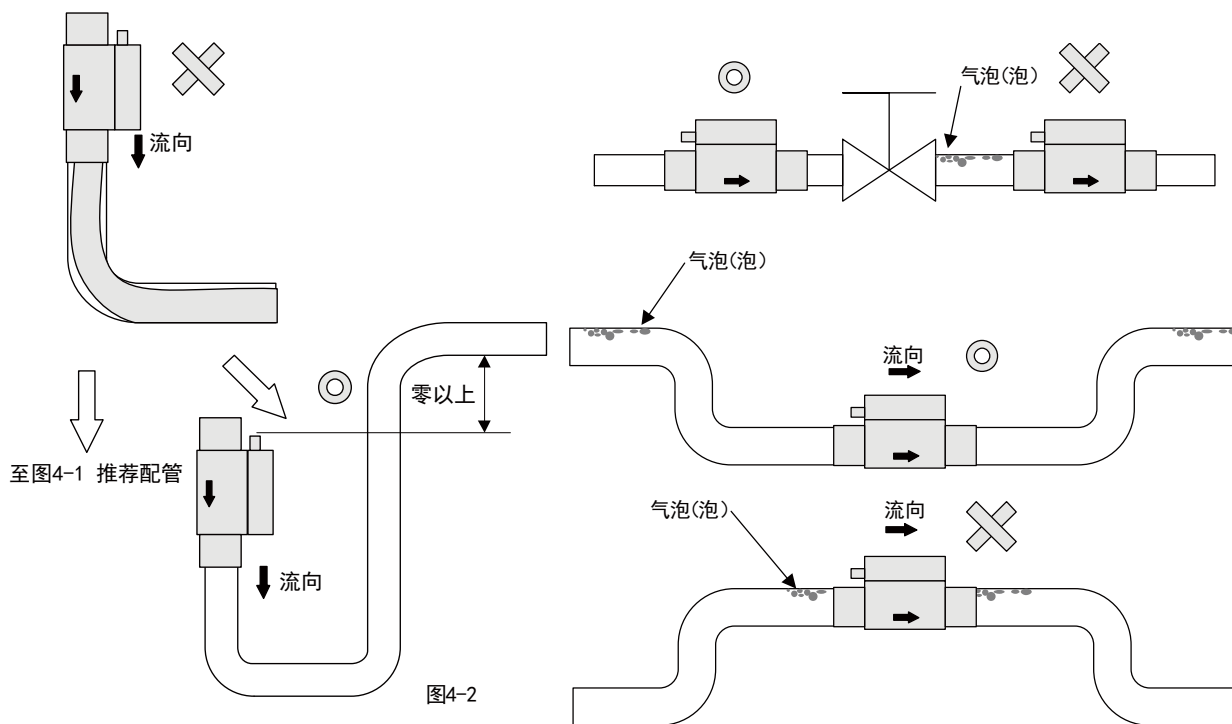
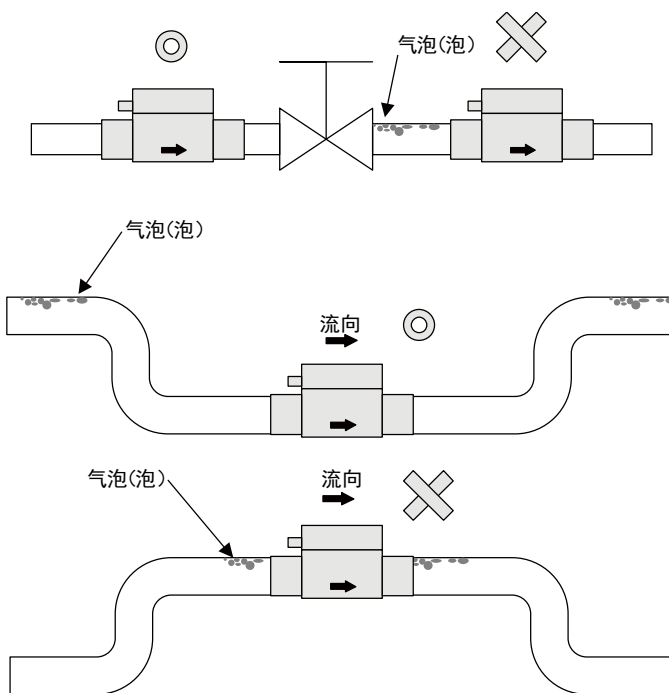
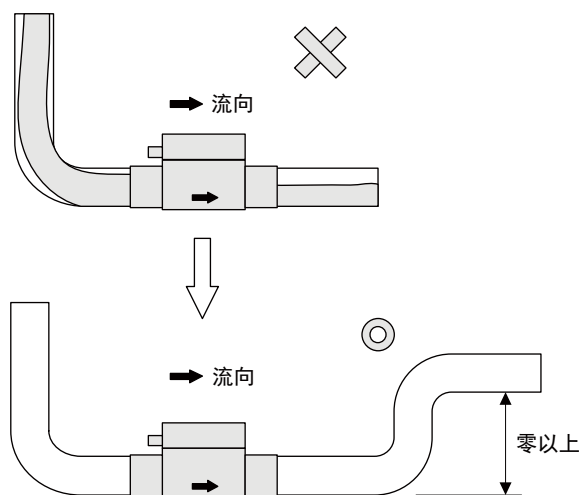

图4-2
图4-4
图4-3
- 因配管条件而产生气泡（气体和液体混流）时，请参考图4-2、图4-3、图4-4。